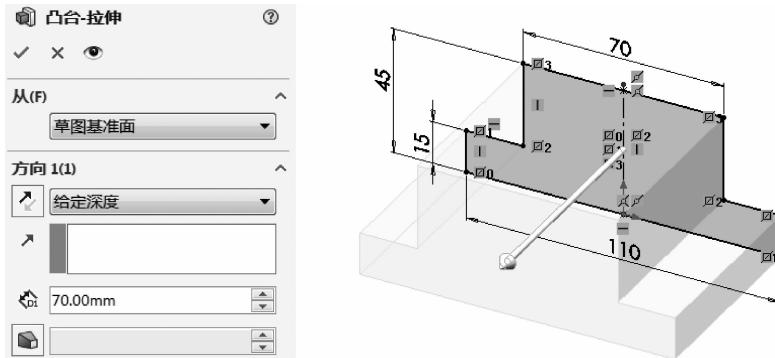

图 1-23 【凸台-拉伸】属性管理器
(5)选用特征。调出【特征】工具栏，单击【拉伸凸台/基体】按钮 \square ，出现【凸台-拉伸】属性管理器，在【方向 1(1)】下拉列表框中选择【给定深度】，在【深度】文本框中输入“70mm”，单击【确定】按钮 \checkmark ，如图 1-23 所示。